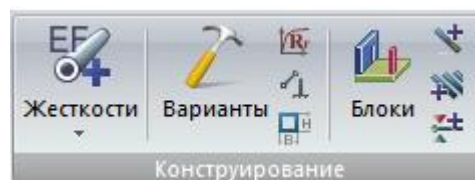

Рис. 133. Панель **Конструирование**
- **Конструирование** (рис.133) – операции, связанные с редактированием жесткостей и материалов, работа с вариантами проектирования, создание конструктивных блоков, конструктивных элементов, унифицированных групп и крепления для прогибов.
Панель **Конструирование** (рис.133) содержит следующие команды: